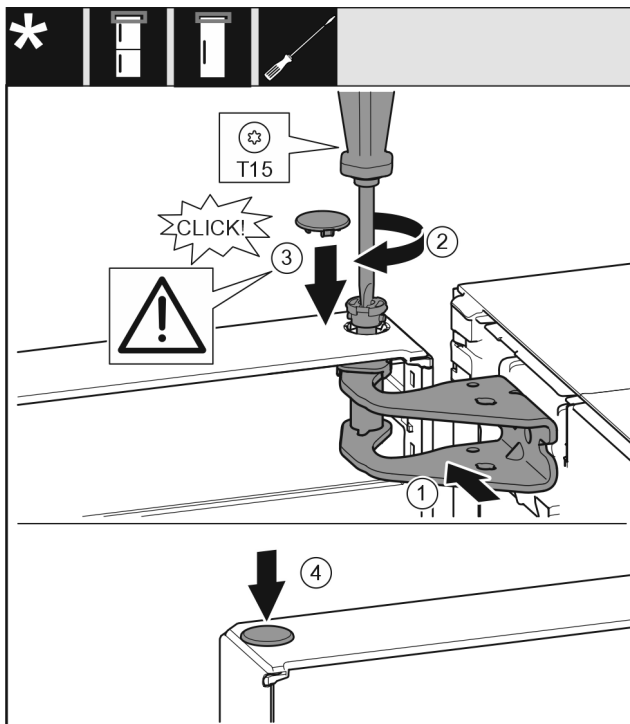

Fig. 22
- ▶ Deur boven uitlijnen op de opening in de lagerbus. Fig. 22 (1)
- ▶ Bouten aanbrengen en met schroevendraaier T15 vastschroeven. Fig. 22 (2)
- ▶ Veiligheidsafdekking voor de veiligheid van de deur monteren: Veiligheidsafdekking aanbrengen en controleren of deze op de deur rust. Anders bout volledig aanbrengen. Fig. 22 (3)
- ▶ Stop aanbrengen. Fig. 22 (4)